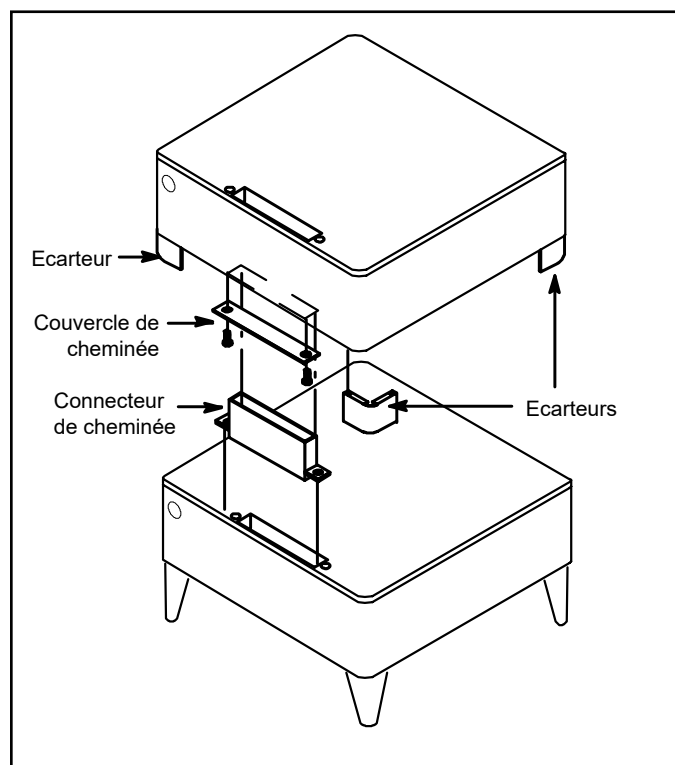

Figure 5
3. Fixer les écarteurs sur le fond du four supérieur. Voir Figure 5.